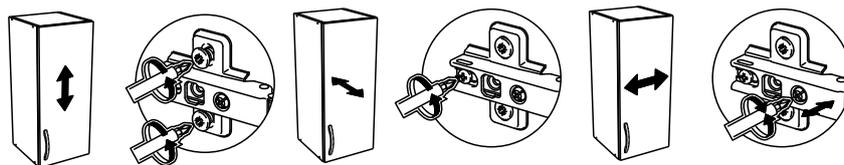

рис. 3
9. Гвоздями 2x20 прибить задние стенки (9) и (10) предварительно выравнив диагональ. В месте стыка задних стенок использовать скрепу мебельную совместно с гвоздями
10. К фасаду (9) прикрутить петли шурупами 3,5x16
17. При необходимости произвести регулировку фасадов (рис. 3)